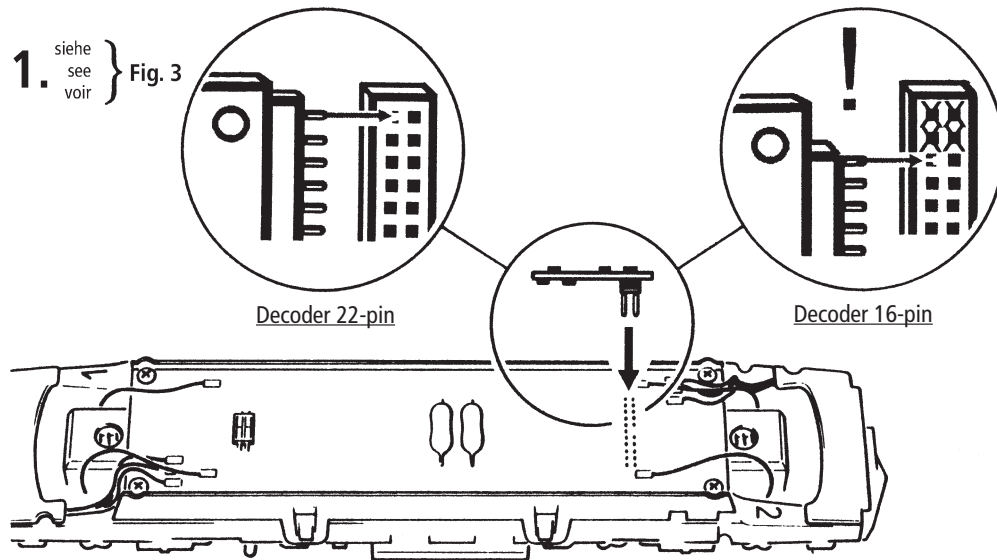

Fig. 1
**Auspacken des Modells:** Das Modell vorsichtig mit der Folie aus der Packung herausziehen (Fig. 1).
**Unwrap model:** Take out the model cautiously with foil (fig. 1).
**Déballage du modèle:** Veuillez sortir la locomotive de son emballage avec précaution et à l'aide du film transparent (fig. 1).